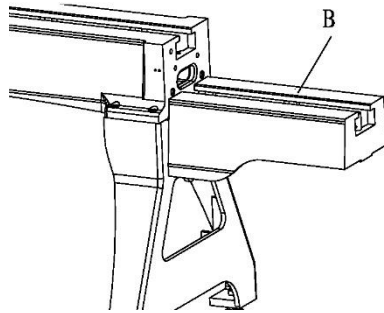

Рисунок 11.
- на правую опору, для внешнего точения B (рис. 11).